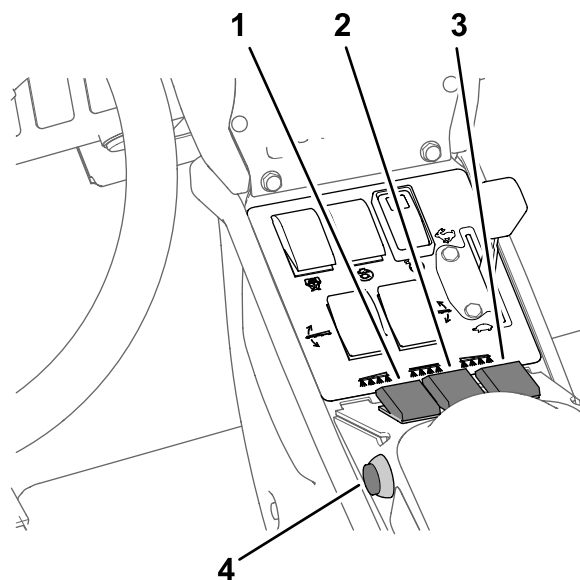

图 32
3. 将主喷洒臂开关设定至关闭位置请参阅 以喷洒率模式喷洒 \(页码 26\) 中的图 32。
7. 需要时将单个喷洒臂段开关设定至开启位置请参阅 以喷洒率模式喷洒 \(页码 26\) 中的图 32。
9. 以所需速度行驶然后将主喷洒臂段开关设定至开启位置开始喷洒请参阅 以喷洒率模式喷洒 \(页码 26\) 中的图 32。